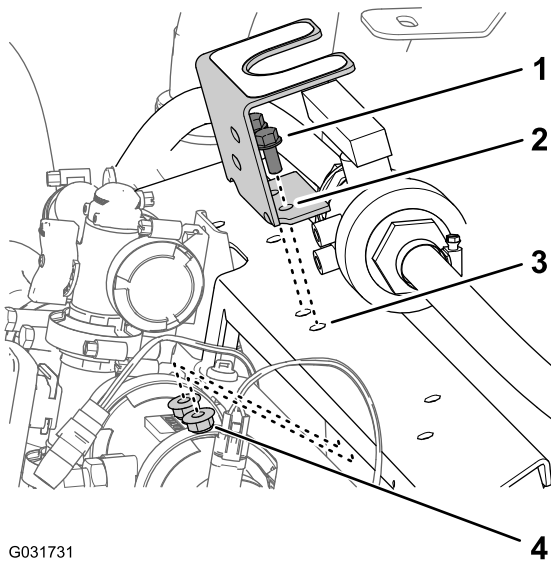

Bild 229
1. Fluchten Sie die Löcher in der Befestigungshalterung für das Kugelventil, das Sie in Schritt 4 in 9 Abschließen des optionalen EU-Compliancekits \(Seite 24\) entfernt haben, mit den Löchern in der Verteilerbefestigung aus, die in Bohren in der Verteilerbefestigung \(Seite 109\) gebohrt haben, wie in Bild 229 abgebildet.
2. Befestigen Sie die Befestigungshalterung mit den zwei Bundkopfschrauben (5/16" x 3/4") und Sicherungsbundmuttern (5/16"), die Sie in Schritt 4 in 9 Abschließen des optionalen EU-Compliancekits \(Seite 24\) entfernt haben, an der Verteilerbefestigung (Bild 229).